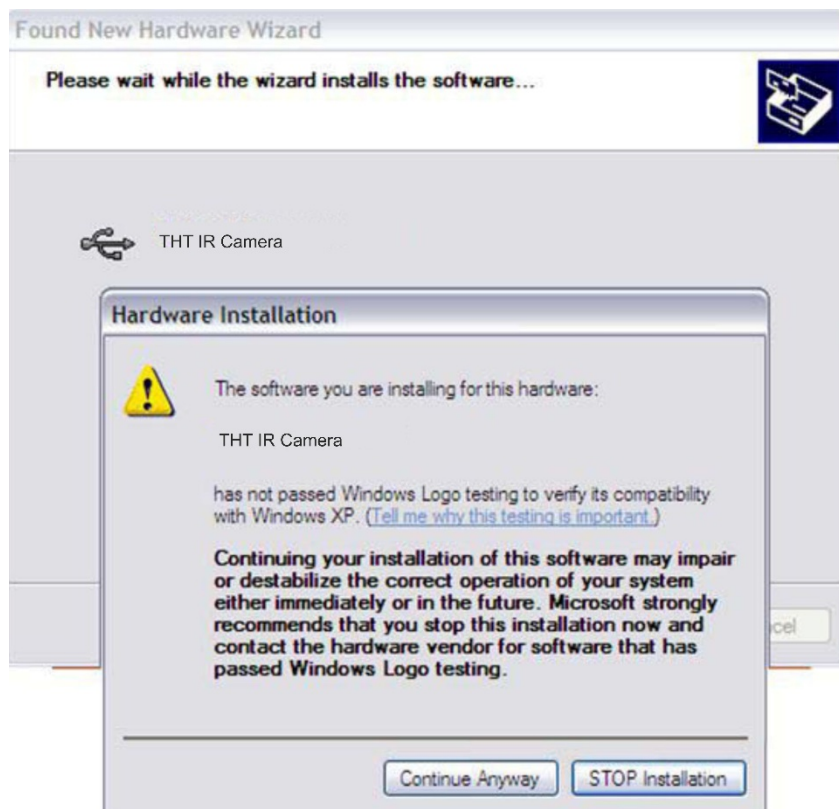

Abb. 36: USB Treiber Installation – Schritt 3
3. Wählen Sie das Modell "THT44" aus der Liste der verfügbaren Geräte und bestätigen Sie mit "OK". Das Bild friert auf dem Instrument ein, während der PC den gleichen Bildschirm wie auf dem Display des Instrumentes zeigt. (siehe Abb. 36).